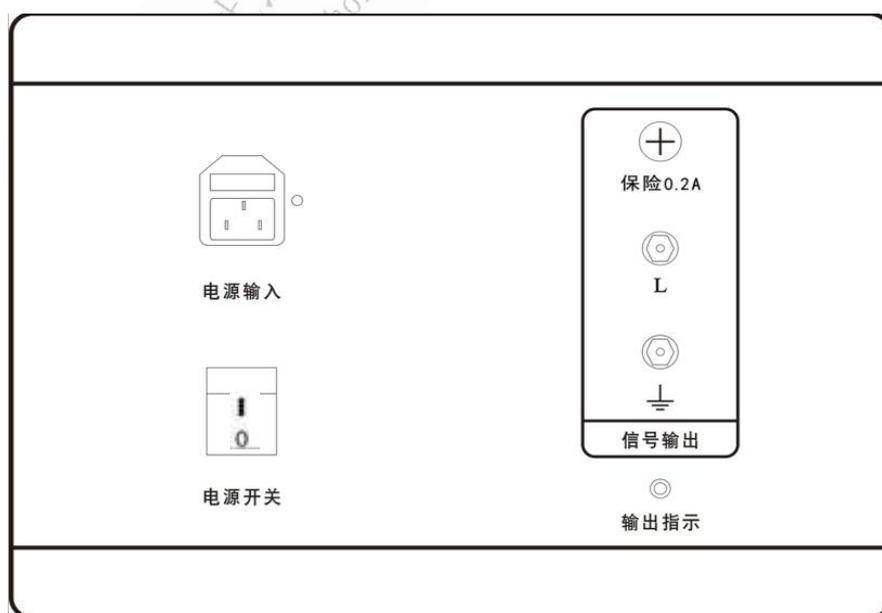

图 1 信号发生器面板图示意图
①信号发生器 ②信号接收器 ③A 钳（大钳）
④B 钳（小钳） ⑤信号输出线 ⑥电源线
2、信号发生器（见图 1）